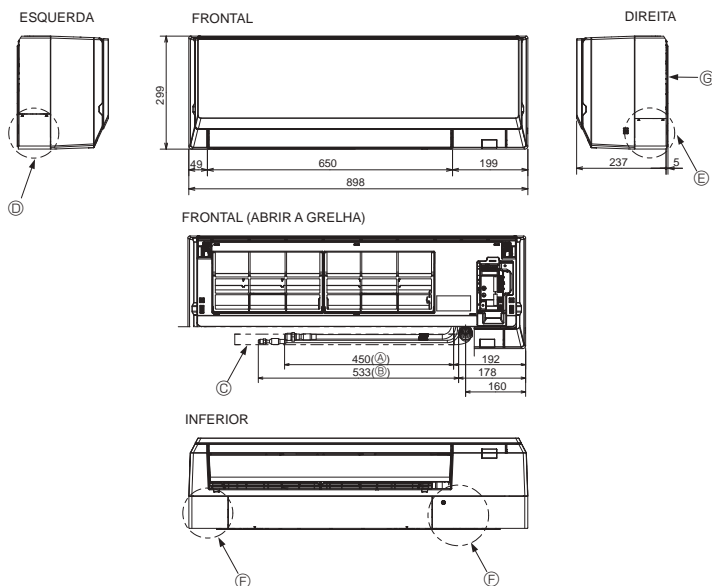

Fig. 4-3
4.3. Colocação das tubagens de refrigerante e de drenagem (Fig. 4-3)